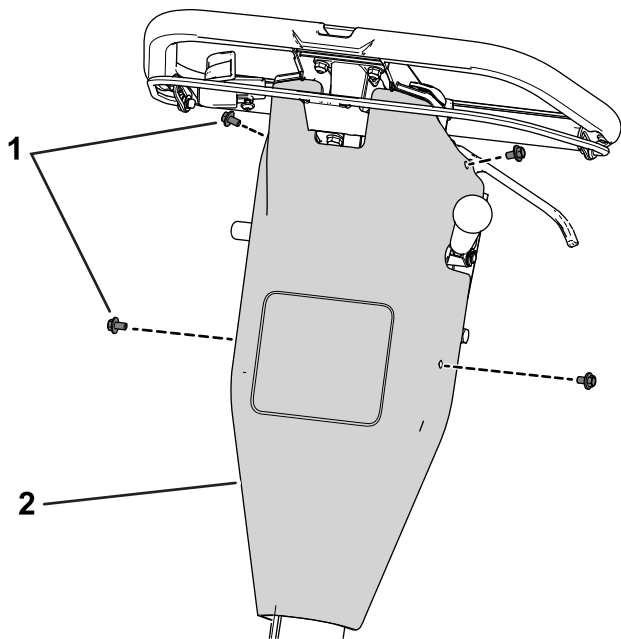

Bild 41
- B. Entfernen Sie die Abdeckung der Bedienelemente, indem Sie die Schrauben entfernen, mit denen die Abdeckung an der Rückseite befestigt ist (Bild 41).